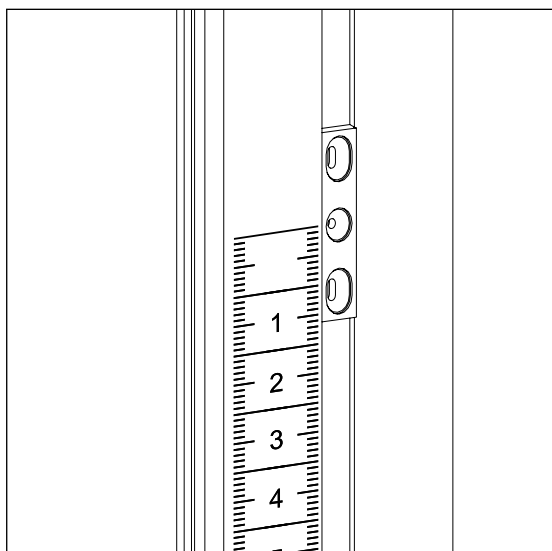
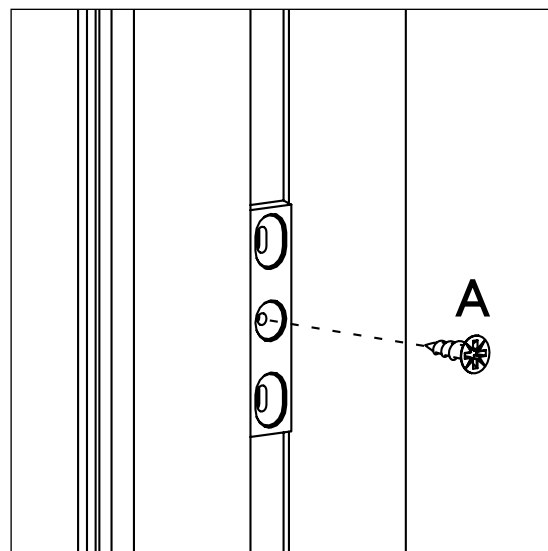

РИС. 6
РИС. 7
Установите монтажные планки SPC-03 в левом и правом основном профиле SPC-08 Рис. 6 на необходимой высоте и закрепите их саморезами (A) 3x9 в центральное отверстие Рис.7.